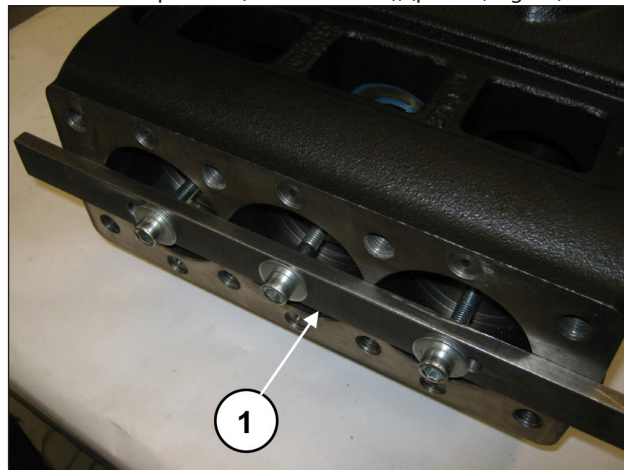

Fig. 19
Desplazar las semibielas hacia la parte hidráulica para extraer el eje acodado. Para facilitar la operación, utilizar la herramienta específica (cód. 27566200), (pos. ①, Fig. 19).